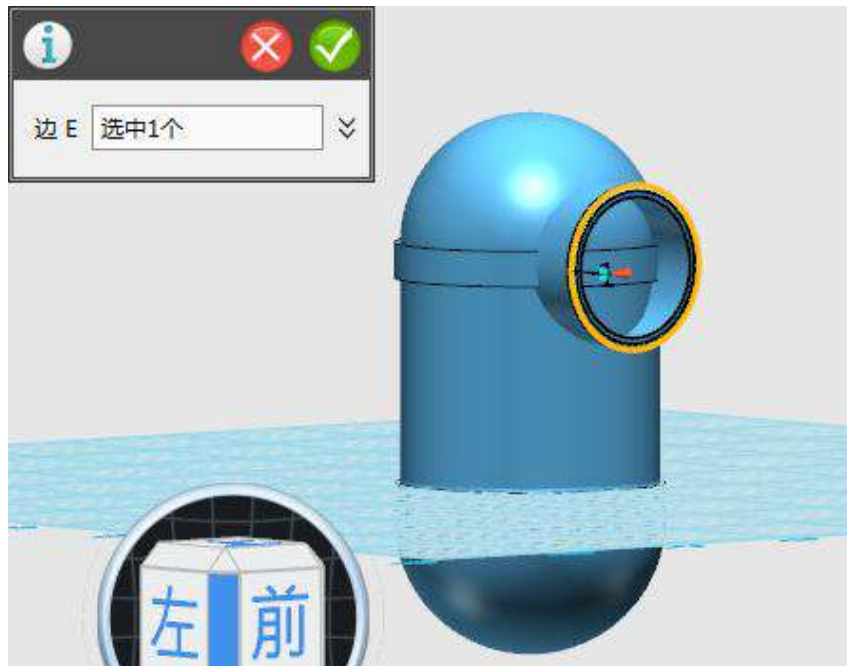

图 1-10
Step 10 双击左键选中圆环的外边缘线，点击 minibar 窗口中的圆角命令，对圆环进行圆角处理，圆角值为 1，如下图 1-10 所示：